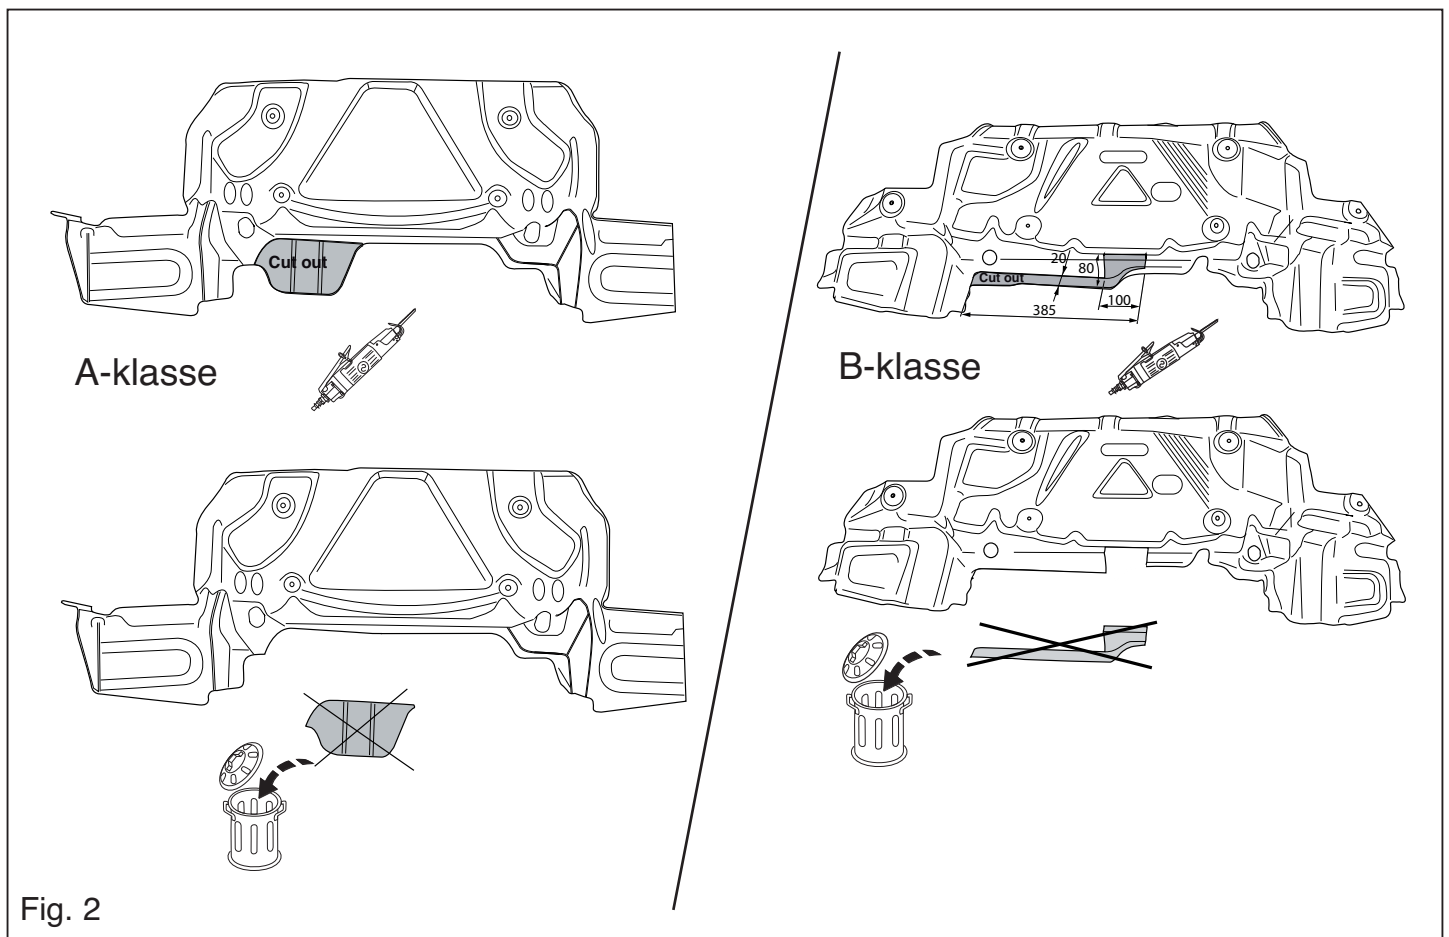

Fig. 2
8. Saw a portion out of the heat shield as shown in figure 2.
8. Gemäß der Abbildung 2 ein Stück aus dem Hitzeschild sägen.
8. Découper un morceau du bouclier thermique conformément à la figure 2.